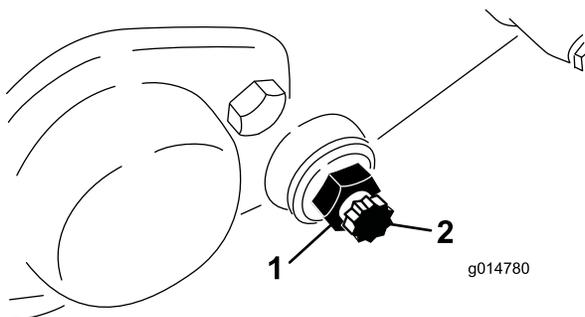

Figura 55
3. En cada lado de la máquina, afloje la contratuerca que fija el perno de la barra de asiento (Figura 55).
4. Retire cada perno, para poder tirar de la barra hacia abajo y retirarla de la máquina. Guarde las 2 arandelas de nylon y las 2 arandelas de acero troqueladas de cada extremo de la barra de asiento (Figura 55).